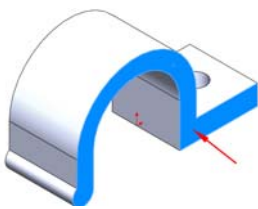
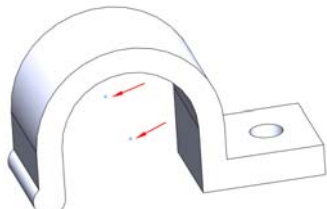

图 17-28 草图平面
图 17-29 草图点
(2) 生成草图点以创建线路点。首先在线夹的边侧面上打开一张草图,如图 17-28 所示。然后单击“草图”工具栏中的“点”按钮,添加一与线夹半径中心重合的草图点,关闭草图,采用同样的方式在另一面上创建另一草图点,结果如图 17-29 所示。